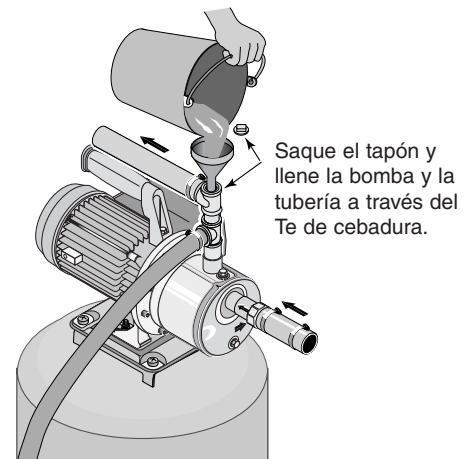

Figura 5: Cebadura de la bomba
PREPARACIÓN PARA ENCENDER LA BOMBA (CONSULTE LA FIGURA 5)
1. Saque el tapón de cebadura del Te de cebadura y llene la bomba (ver la figura 5). Llene toda la tubería entre la bomba y el pozo, asegurándose de que toda la tubería en el pozo esté llena. Si también ha instalado un Te de cebadura en la tubería de aspiración, saque el tapón del Te y llene la tubería de aspiración. Consulte la Figura 5.